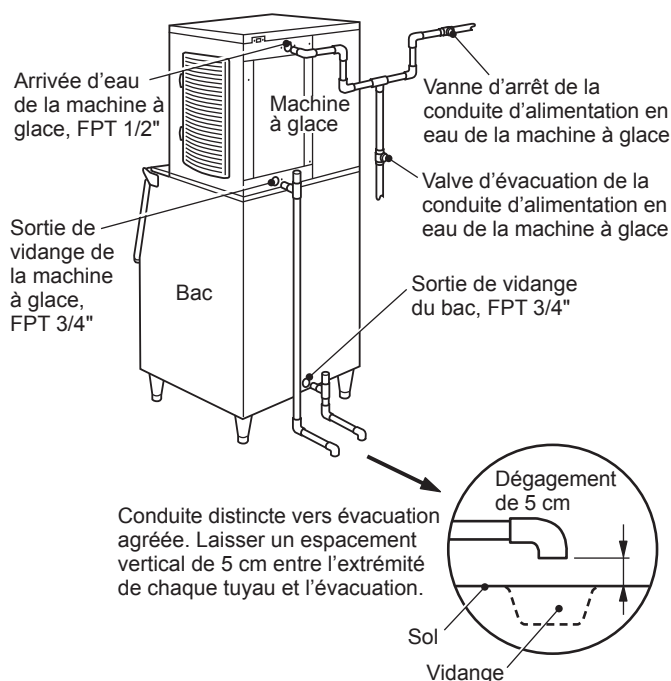

Fig. 6
- \* Un raccord en T à évent est nécessaire au flux de vidange correct. Voir fig. 6.
- \* La conduite de vidange de la machine à glace doit être distincte de la conduite de vidange de l'appareil de distribution/du bac de stockage. Voir fig. 6.